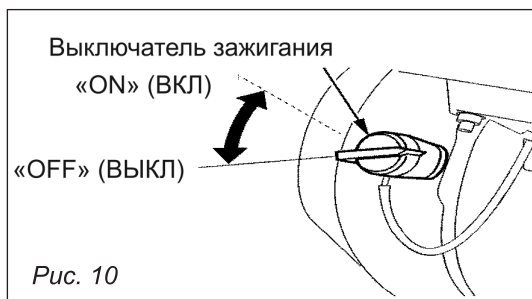

Рис. 10
Переместите выключатель зажигания в положение «ЗАПУСК» (рис. 10).
Чтобы остановить двигатель в случае крайней необходимости, поверните переключатель в позицию «Выключить» (OFF) (рис. 10).
2. Поверните выключатель двигателя в позицию «Выключить» (OFF) (рис. 10).